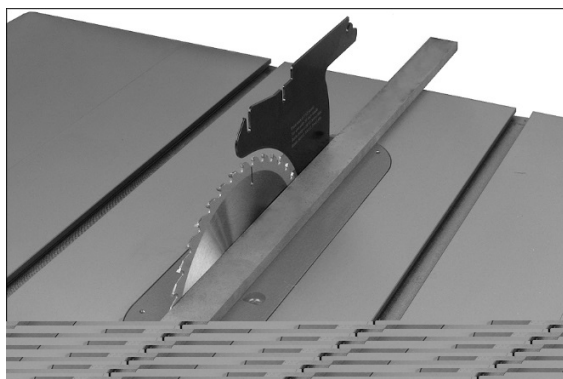

Рис. 8-7
2. Положите на стол поверочную линейку так, чтобы она прилегала к пильному диску и расклинивающему ножу. См. Рис. 8-7. Проверните диск, чтобы кончик его зуба касался поверочной линейки.